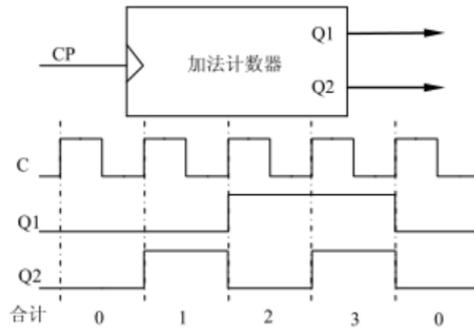

图 6.1 由两位构成的模 4 计数器及其波形
一个简单的二进制计数器可以通过二进制序列的反复循环来实现计数功能。以图 6.1 所示的二位加法计数为例，每当时钟脉冲信号 clk 为上升沿时，计数器会将计数值加 1。计数值由 Q1Q2 组成，其二进制序列依次是 00, 01, 10, 11, 00, 11..., 周而复始。在图 6.1 所示的波形图里可分析得到以下信息：
(1) 一个由两位 (bit) 组成的计数器，其所能计数的范围是 $0 \sim 3$ (即 2^2-1)，因此图 6.1 所示计数器可称为模 4 计数器。同理，n bits 的计数器所能达到的计数范围为 $0 \sim 2^n-1$ 。
(2) 若将 Q1、Q2 作为单独信号线引出，由 Q1、Q2 得到的波形频率是时钟脉冲信号 clk 频率的 $1/4$ 、 $1/2$ 。分频后得到的 Q1、Q2 信号其周期为时钟脉冲信号 clk 周期的 4 倍和 2 倍。
(3) 由上讨论推广可知，由 n 位 (bit) 组成的计数器最大可获得对时钟信号进行 2^n 分频的信号。